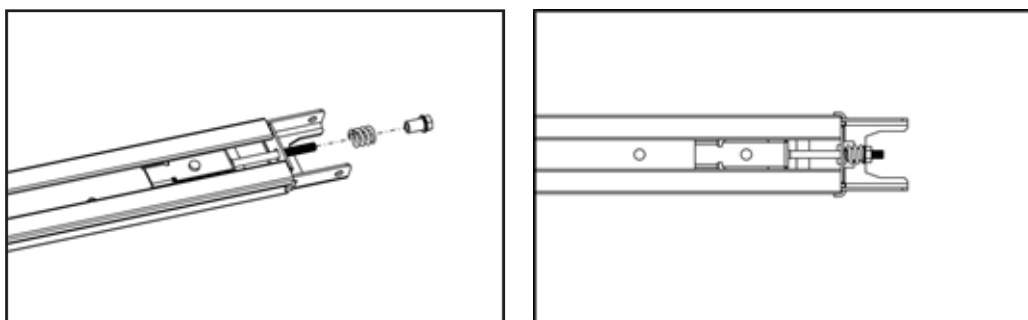

Figura 10
3) Como se muestra en la Figura 10, suelte la tuerca y el resorte